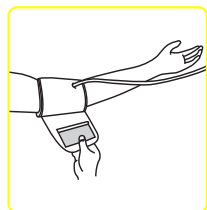

Рис. 4
4. Наложите манжету таким образом, чтобы ее верхний и нижний края охватывали руку без зазора (рис. 4).